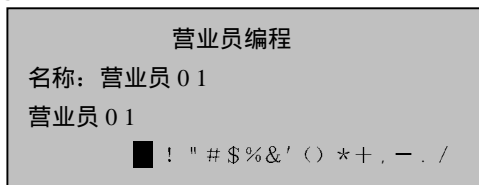

图 3-6
- 7) 运用选择定位操作，将光标定位于“1”处，按“.”确认，显示如图 3-6 所示；